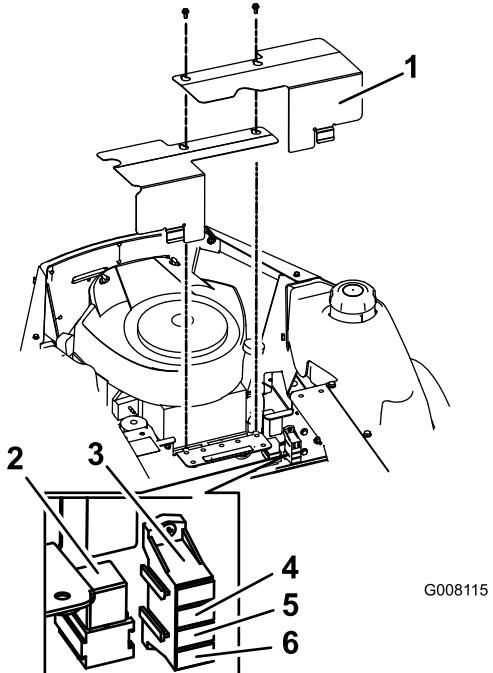

Figura 40
1. Per accedere al portafusibili sollevate il sedile (Figura 40).
2. Rimuovete i carter come illustrato nella Figura 40.